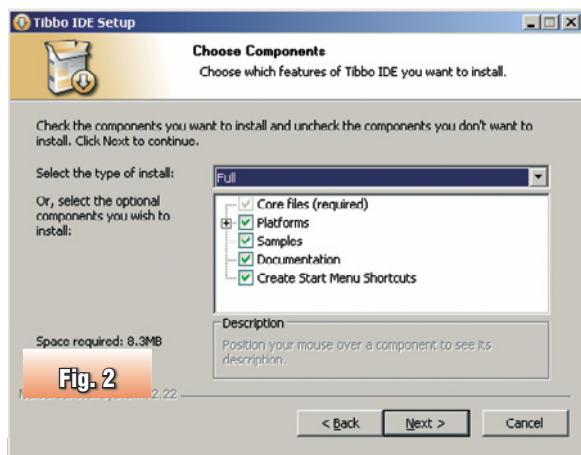

Fig. 2
- A questo punto disponiamo di tutto il necessario: possiamo quindi avviare l'applicazione *Tide-xxxx.exe* per installare l'ambiente di sviluppo, installazione che esegue le procedure tipiche di un sistema operativo Windows. Manteniamo le opzioni di installazione predefinite (Fig. 2) per eseguire l'instal-